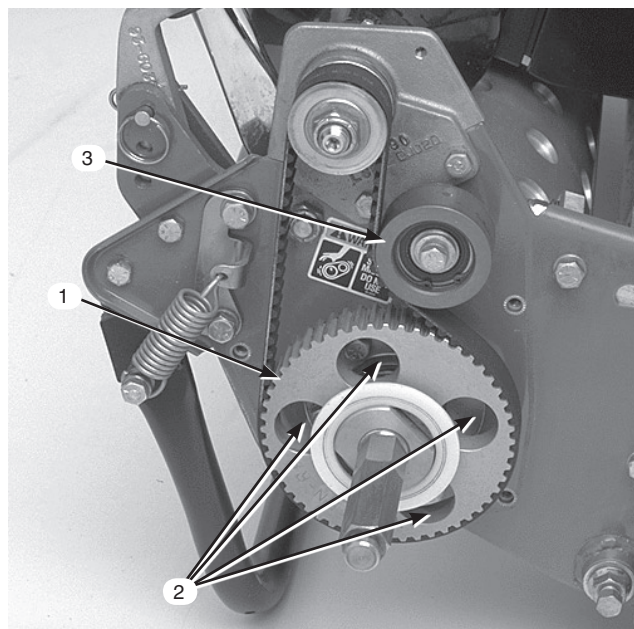

図9
7. 駆動プーリを回して、4つの穴とローラ・ベアリング・フランジ・ネジの穴を整列させる (図9)。
11. ベルトの張りを調整し、アイドラ・プーリ・ネジを締める (図9)。